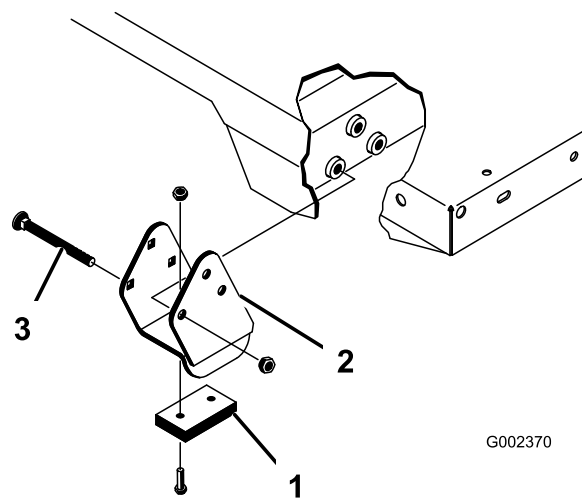

Figura 44
Nota: Instale los espaciadores y las pletinas de desgaste (Figura 44) con las cabezas de los pernos de cuello cuadrado dentro de la máquina.
- Coloque la plataforma con cuidado sobre el bastidor de la máquina, alineando los taladros de las placas de giro traseras con los taladros del bastidor e instale 2 pasadores con chavetas (Figura 44).
- Inserte el pasador desde la parte exterior de la plataforma, con la chaveta hacia fuera (Figura 44).